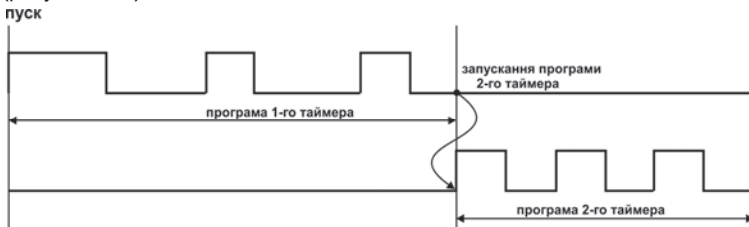

Рисунок 3.18
3.1.6.5 При « $rEst$ »=4 (встановлення можливо тільки при значеннях « $\bar{LnP}$ »=1, 2 або 3) запускання або перезапускання таймера 2 відбувається після закінчення виконання програми таймера 1 (рисунок 3.18).